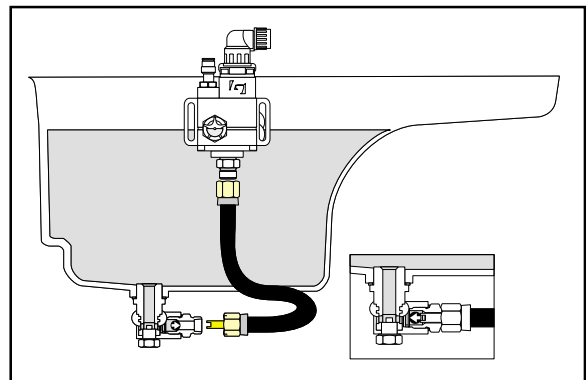

fig. 20
- Desmontar el tubo transparente de plástico y conectar el tubo negro con el empalme especial al acople de drenaje y fijar el otro extremo al sensor de nivel de aceite (fig. 20).